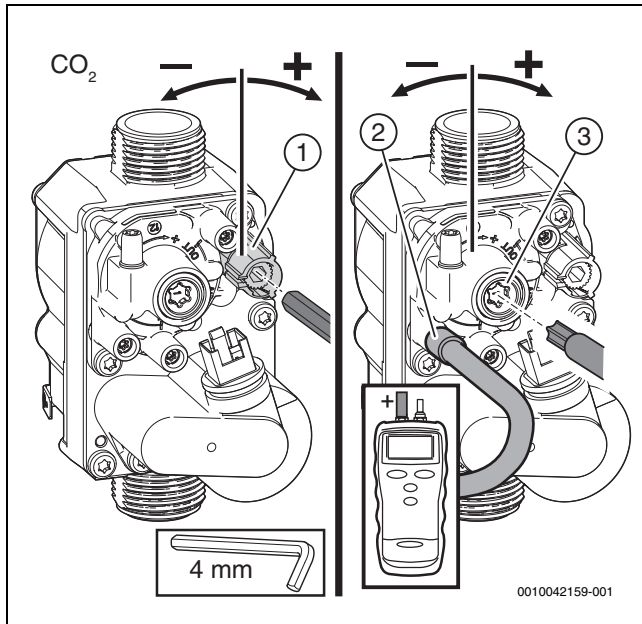

Bild 52 Einstellen der Gasarmatur
- ▶ Plombe an der Einstellschraube der Gasarmatur entfernen (nur Gasarmatur unten in Bild 52) und CO2- oder O2-Gehalt für minimale Nennwärmeleistung einstellen.